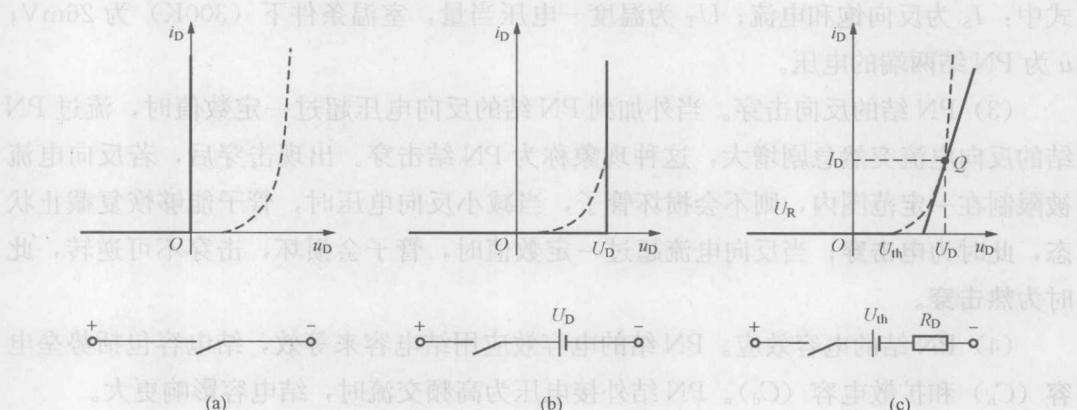

图 2.2.1 二极管的三种模型
(1) 理想模型。正向导通时，二极管的正向压降看作 0V；反向截止时，二极管的反向电阻看作无穷大，反向电流为 0。该模型主要用于低频大信号电路中或近似计算中，如图 2.2.1 (a) 所示。
(2) 恒压降模型。如果二极管电路中信号的幅度不大，计算时要考虑二极管正向导通压降。工程上常把二极管导通压降看作为一个固定值，硅管为 0.7V，锗管为 0.2V，如图 2.2.1 (b) 所示。
(3) 折线模型。折线模型既考虑二极管的导通压降，又考虑二极管的正向电阻，更接近实际伏安特性，如图 2.2.1 (c) 所示。